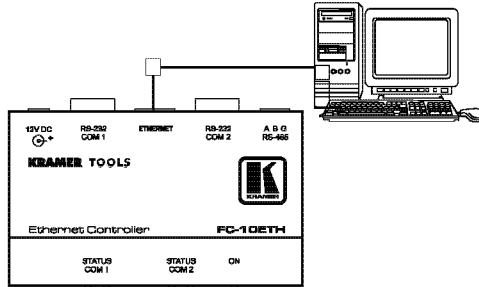

Рис. 6. Подключение FC-10ETH для настройки
1. Подключить **FC-10ETH** как описано в разделе 5.1 (см. рис. 6)